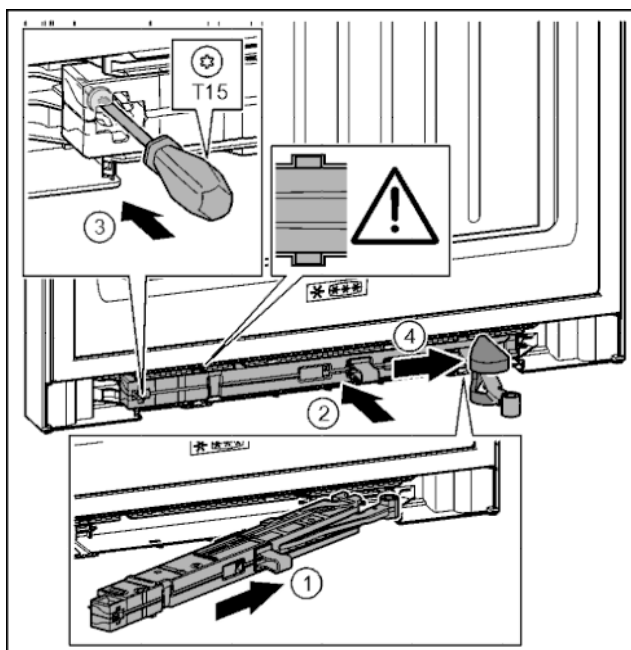

Fig. 41
- ▶ Jednotku tlumiče zavírání na straně stojanu ložiska zasuňte až na doraz šikmo do výklenku. Fig. 41 (1)
- ▶ Jednotku tlumiče zavírání zcela zasuňte do výklenku. Fig. 41 (2)
- ▶ Šroubovákem T15 pevně utáhněte šroub. Fig. 41 (3)
- ▶ Posuňte kryt přes kloub. Fig. 41 (4)